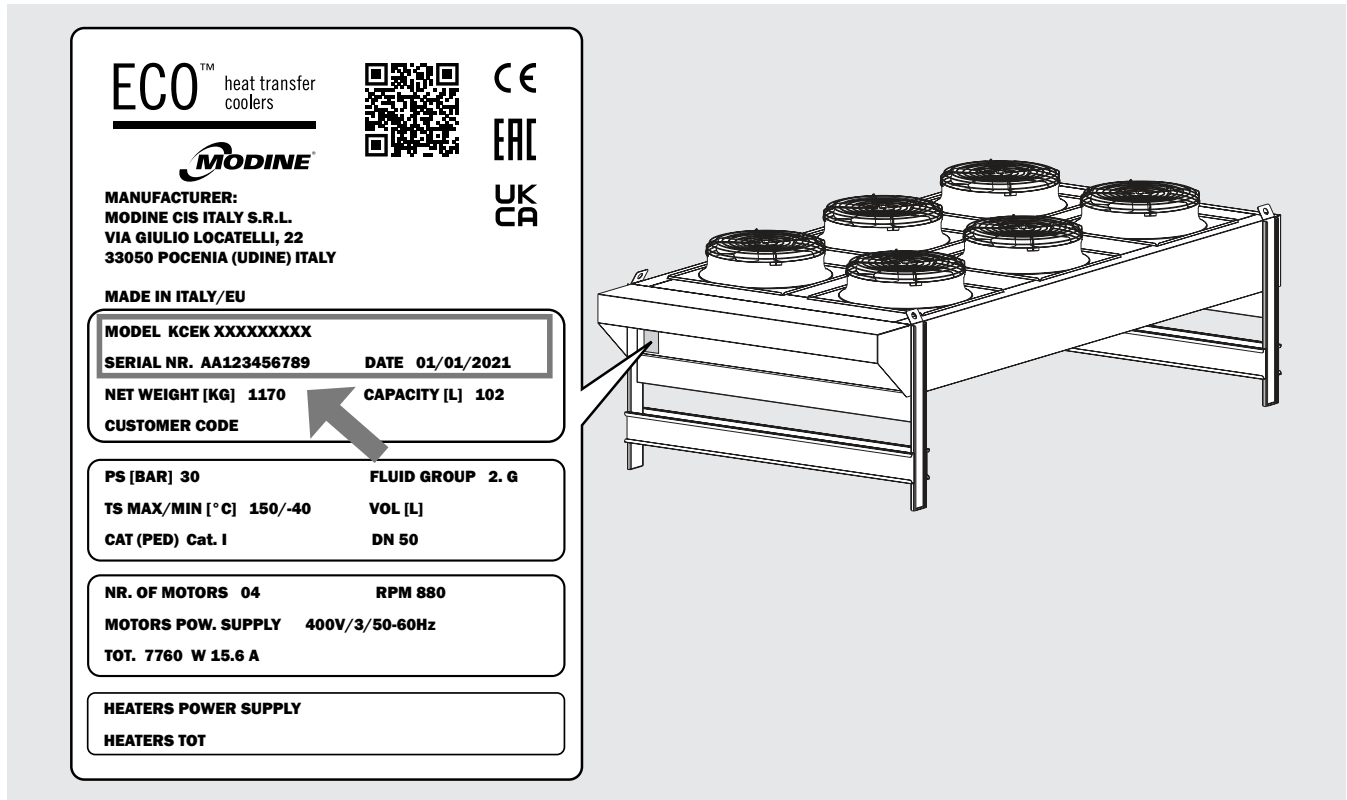

Figure 1
- 3.1 Pour toute communication, demande d'assistance ou de pièces détachées, indiquer le nom du modèle et le numéro de série figurant sur la plaque signalétique. Voir Figure 1.